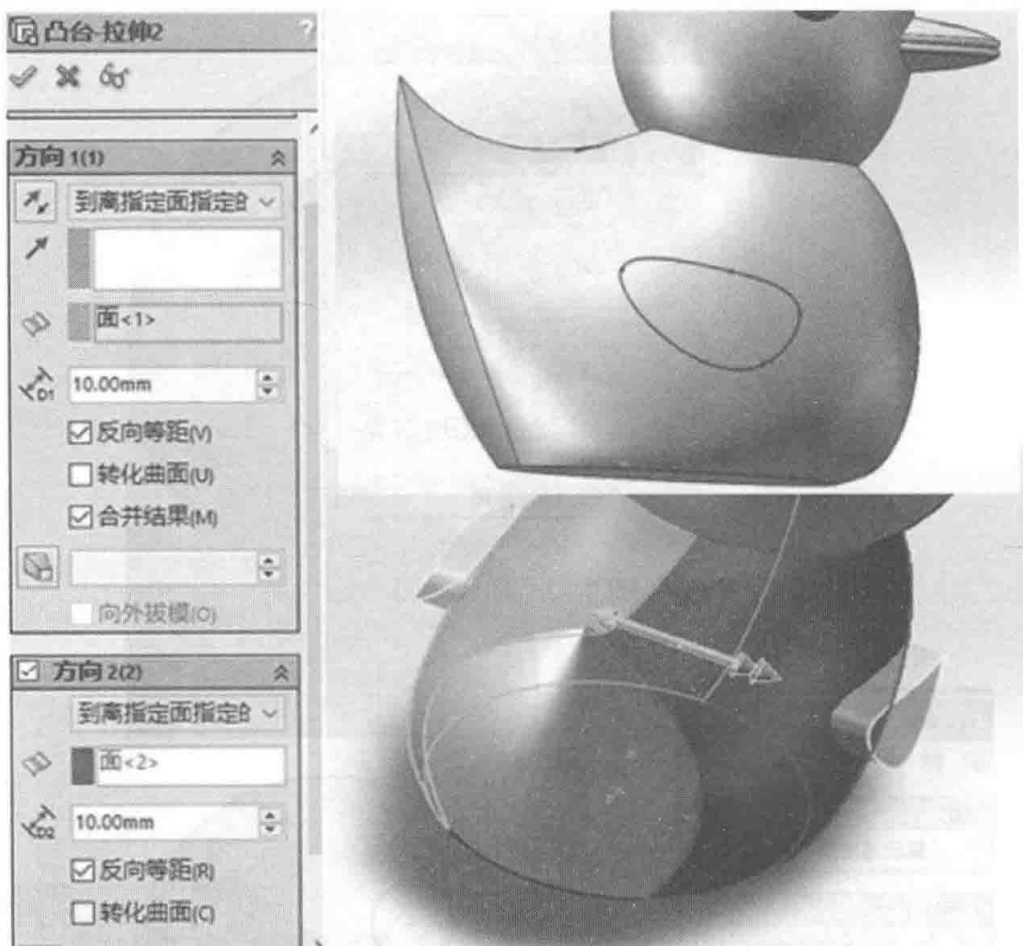

图 3-79 拉伸翅膀
- (1) 选择前视基准面，绘制如下图所示样条曲线草图 12，得到小黄鸭的翅膀，如图 3-79 所示。